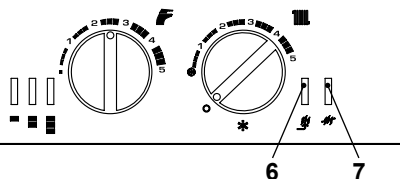

Figura 3.4
**Se la caldaia non funziona e la lampada segnalazione blocco (7 in Figura 3.4) è accesa la caldaia è in blocco di sicurezza.**
Per ripristinare il suo corretto funzionamento, premere il pulsante di ripristino caldaia (6 in Figura 3.4) presente nel pannello comandi caldaia.